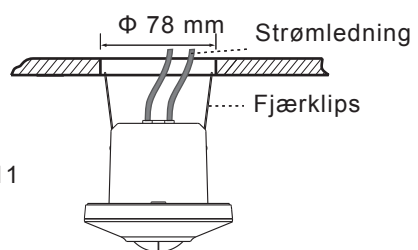

FIG. 11
- 3.4.2.4 Lukk detektoren to fjærklips og sett inn detektoren i de to borehullene i taket (Se FIG. 11).